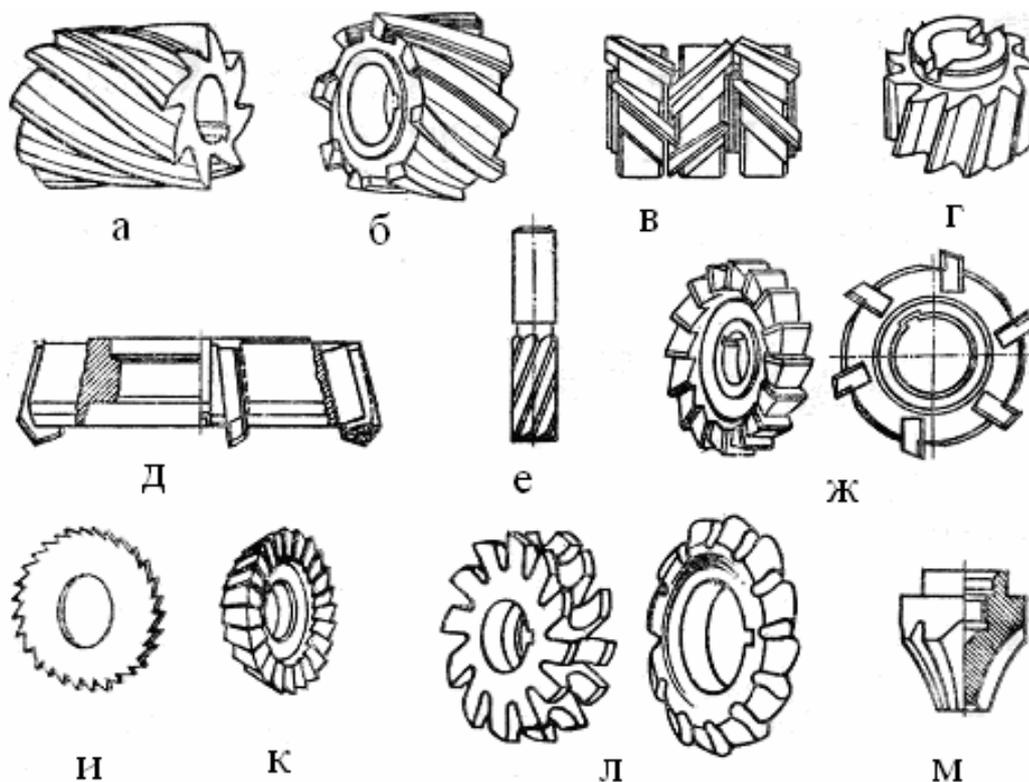

Рис. 75. Основные типы фрез
1. По расположению зубьев на исходном цилиндре: цилиндрические, торцовые, дисковые, концевые, угловые, фасонные, резьбовые, червячные и др. (рис. 75).
*Цилиндрические фрезы* имеют зубья только на цилиндрической поверхности и применяются для обработки плоскостей (рис. 75, а, б, в).
*Торцовые фрезы*, имеющие зубья на торце и на боковой поверхности, применяют для обработки плоскостей (рис. 75, г, д).
*Концевые фрезы* применяют для обработки пазов, плоскостей, фасонных поверхностей (рис. 75, е).
*Дисковые фрезы* (рис. 75, ж) применяют при фрезеровании прямолинейных пазов, канавок и плоскостей.
*Отрезные и шлицевые фрезы* (рис. 75, и) – дисковые фрезы малой толщины, предназначены для разрезания материалов и прорезания узких канавок, например в головках винтов.
*Угловые фрезы* (рис. 75, к) с зубьями, расположенными на конической поверхности, применяют для прорезания канавок углового профиля. Они широко используются при изготовлении фрез, зенкеров, развёрток и др.
*Фасонные фрезы* (рис. 75, л) применяют для обработки деталей сложного, чаще криволинейного профиля. Контур режущей кромки зуба должен соответствовать профилю обрабатываемой поверхности.
Изображённой на рис. 75, м пальцевой фрезой нарезают зубья крупномодульных зубчатых колёс.